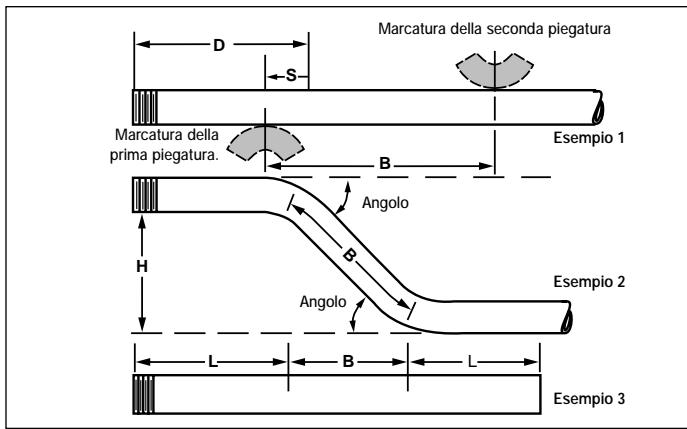

Figura 7
- Marcare la misura della seconda piegatura (**B**) sul tubo come illustrato (Figura 7, Esempio 1).